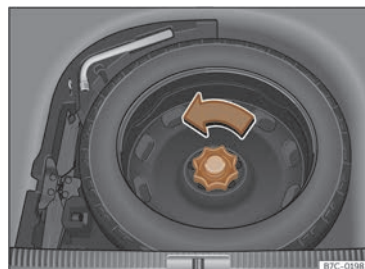

Fig. 205 Al maleter: base de càrrega alçada.
- Gireu la rodeta en sentit contrari al de les agulles del rellotge >>> fig. 205.